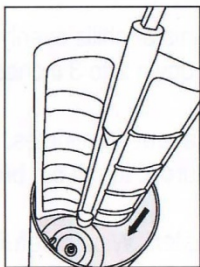

Figure 1
**PREPARACIÓN** – Enfríe el el bote para nieve(9) colocandolo dentro del congelador por 2 o 3 horas antes de usar. Nunca deje el bote (9) dentro del congelador por mas de 6 horas.
3. Coloque la espátula y asegurese de que la parte baja de la espátula este colocado en el centro y parte baja del bote para nieve(Fig. 1)